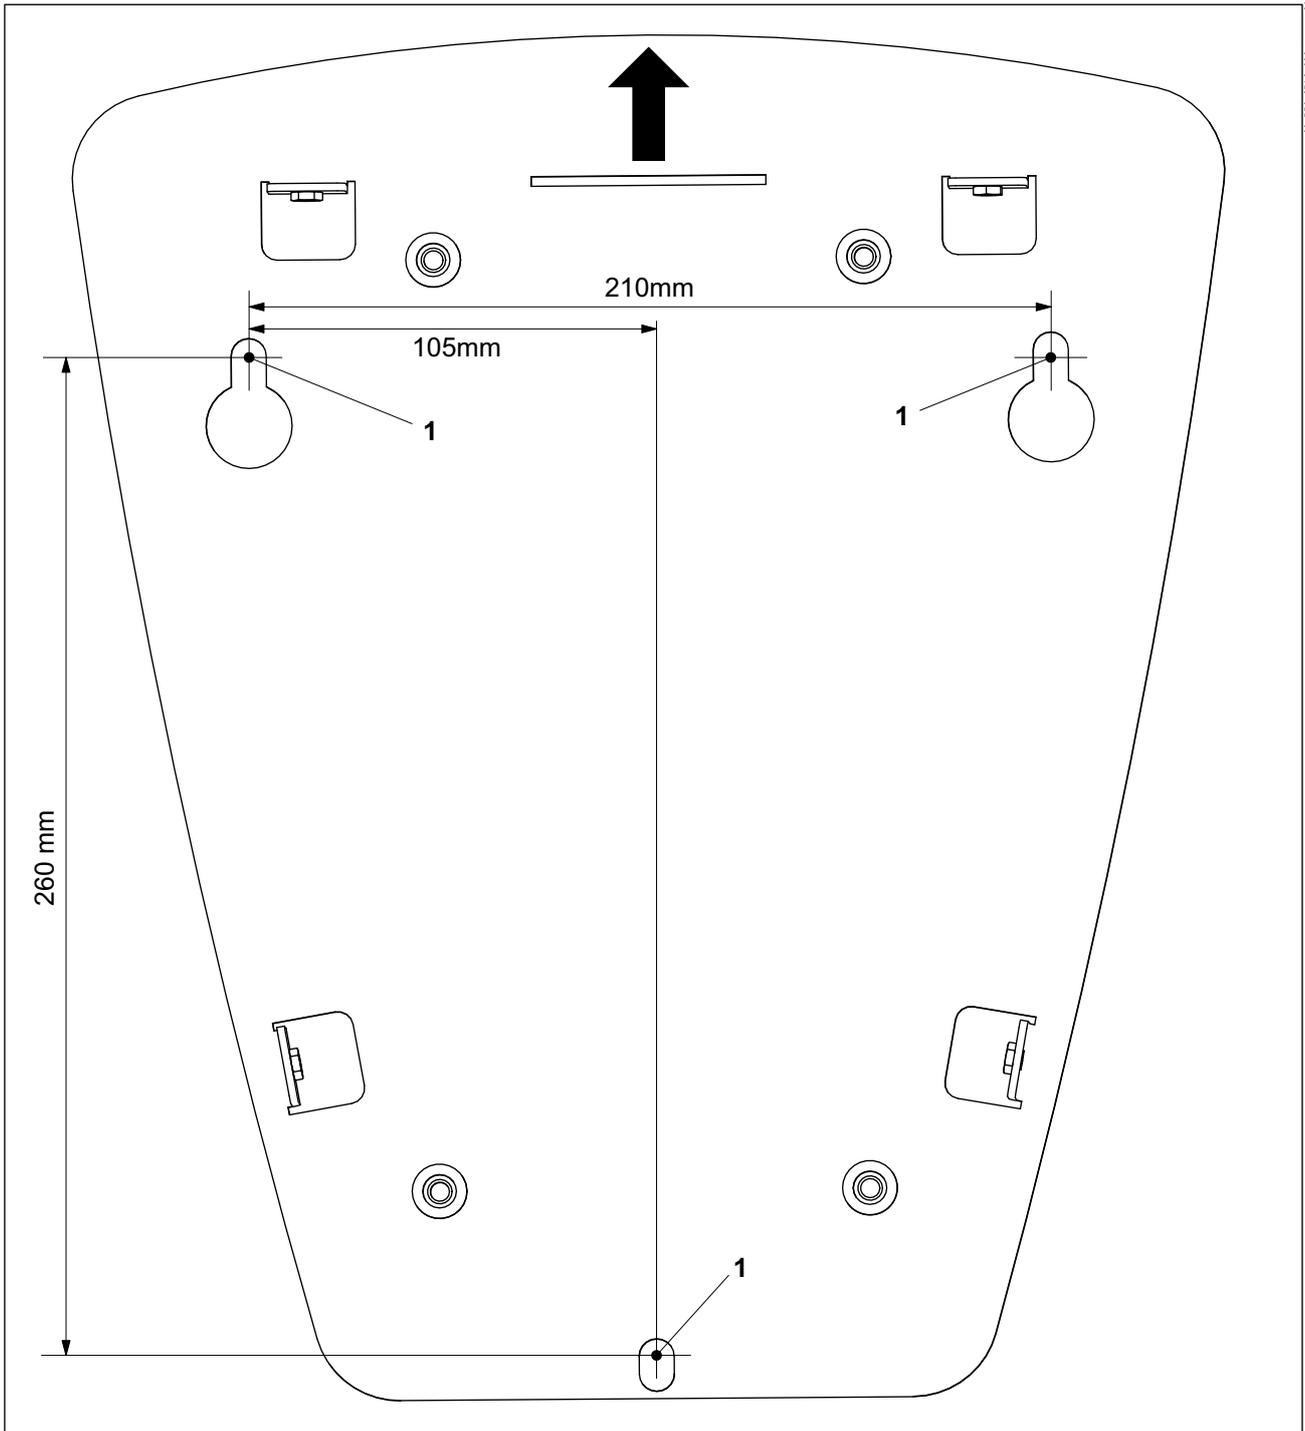

Abb. 1 Bohrplan für Combox
1. Zeichnen Sie die drei Befestigungsbohrungen (Abb. 1/1) gemäß Bohrplan an.